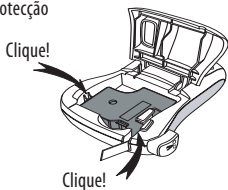

Figura 5
3. Prima a cassette com firmeza até ouvir um clique, indicando que a mesma está correctamente posicionada. Ver Figura 5.